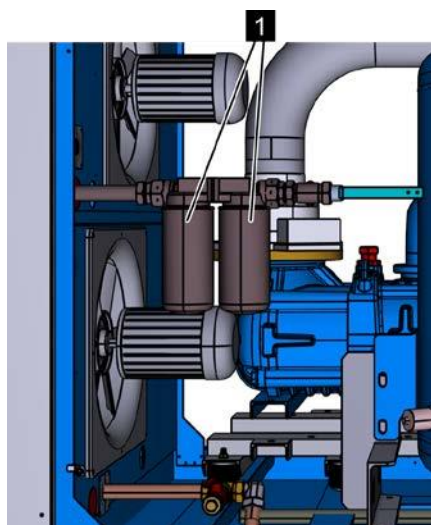

Рис. 43: Демонтаж фильтра охлаждающей жидкости
5. При помощи ленточного ключа отсоедините старый фильтр охлаждающей жидкости (Рис. 43/1) и извлеките его.